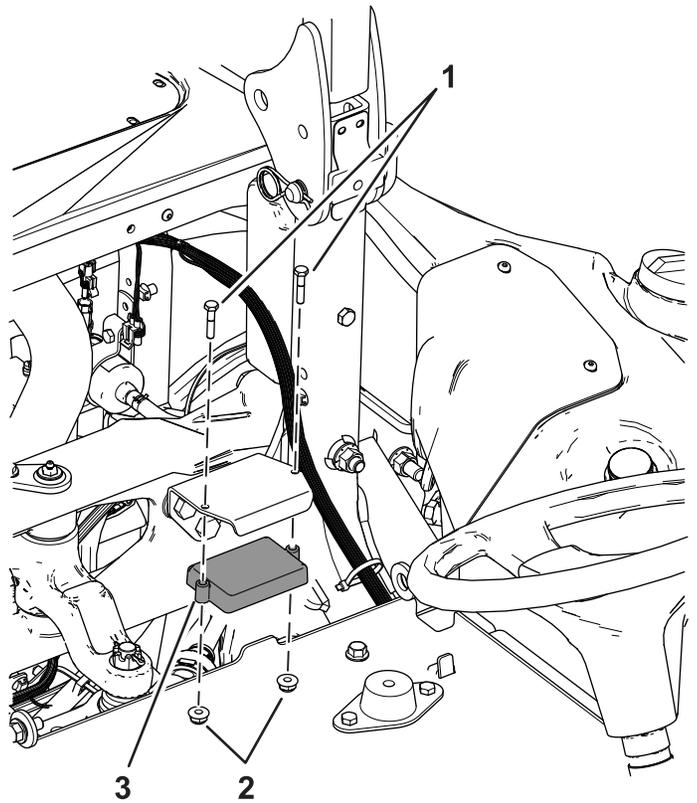

Figure 4
5. Fixez le capteur sur le support avec 2 boulons (1/4" x 1/4") et 2 écrous (1/4") ; voir Figure 4.